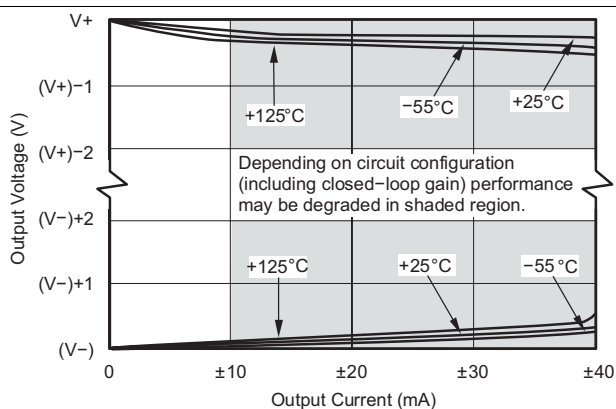
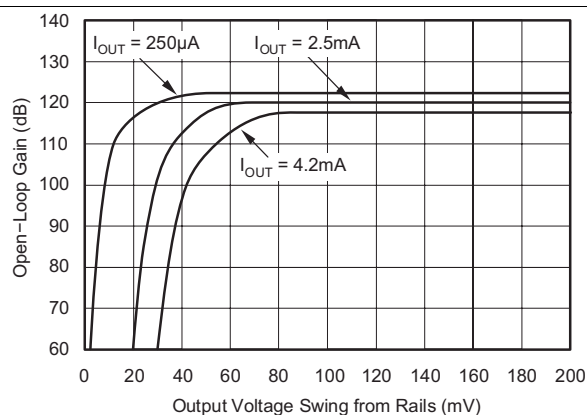

图 17. 输出电压摆幅与输出电流间的关系
图 18. 开环增益与输出电压摆幅间的关系
(4) 测得输出和电源轨之间的输出电压摆幅。
(5) 请参阅 图 17。
采用具有共源晶体管的 AB 类输出级来实现轨至轨输出。对于轻电阻负载 ($> 10k\Omega$)，输出电压摆幅通常在距离电源轨 10mV 的范围内。对于较大的电阻负载 (600Ω 至 $10k\Omega$)，输出可以在距电源轨几十毫伏的范围内摆动，并且保持高开环增益。请参阅图 17 和图 18 了解详细信息。